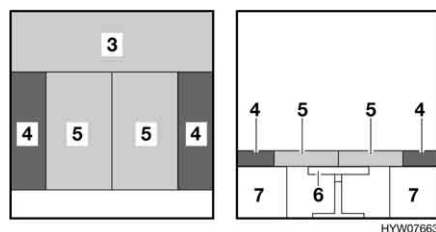

Fig. 59 Dopo la trasformazione
- Collocare i cuscini dello schienale (Fig. 59,4) sulla parete esterna. Rispettare la forma cuneiforme.
- Premere entrambi i cuscini del divano (Fig. 59,5) fra i cuscini dello schienale.